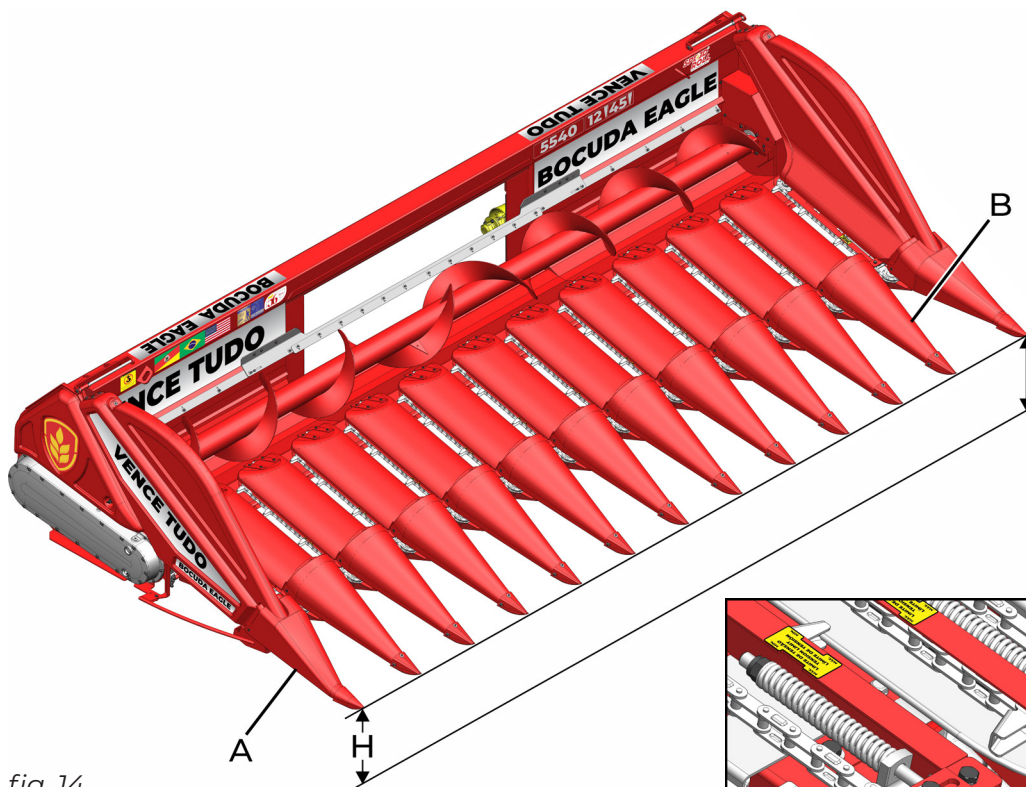
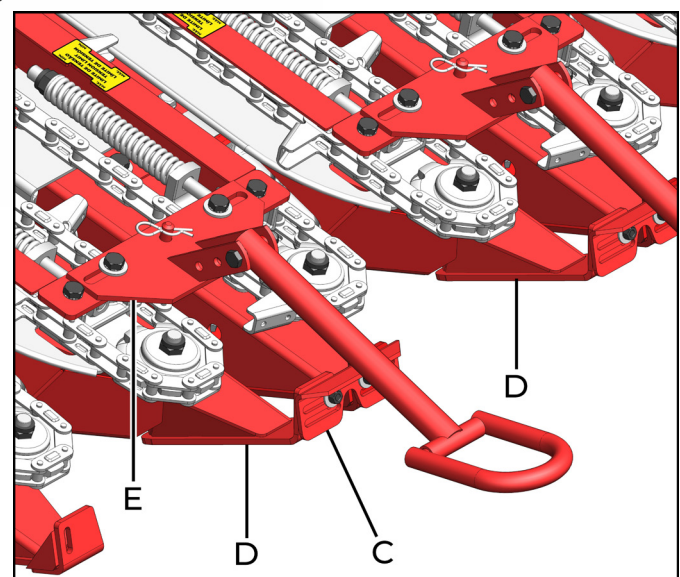

fig. 14
fig. 15
1. Comience por uno de los picos laterales (A) (fig. 14) de lo cabezal y ajuste los demás a través de este;
2. Desplace hacia arriba o hacia abajo el soporte regulador (C) (fig. 15) fijado en la unidad recolectora (D), hasta alcanzar la angularidad deseada en los picos centrales (B) (fig. 14);
3. Si aún de esta forma no se alcanza la angularidad deseada, utilice la perforación adicional del tirante de conexión (E) (fig. 15) de las unidades recolectoras (D).
En casos de condiciones severas de cosecha, los picos laterales (A) (fig. 14, página 34) deben mantenerse 40 mm más elevados que los picos centrales (B), y estos deben estar en una alineación perfecta por toda la extensión de lo cabezal. Si su cabezal posee un sensor de altura, se recomienda que los carenados que poseen la varilla del sensor se mantengan 15 mm más rebajados que los demás carenados, con el objetivo de optimizar el sistema.